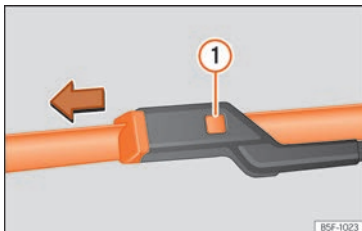

Abb. 43 Scheibenwischerblätter vorne auswechseln.
- Entriegelungstaste » Abb. 43 ❶ gedrückt halten und gleichzeitig das Scheibenwischerblatt in Pfeilrichtung abziehen.